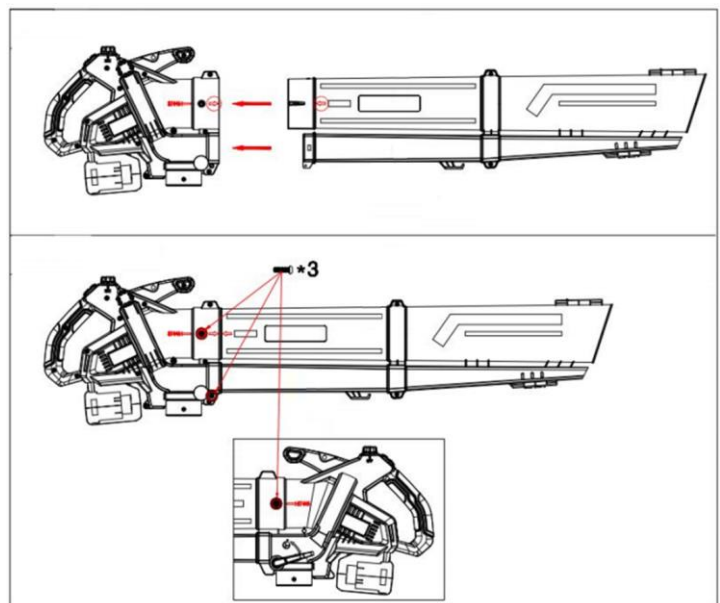

Fig. 3
- Fixez l'ensemble de goulotte au carter du moteur à l'aide des vis fournies. (La figure 3 fait référence)